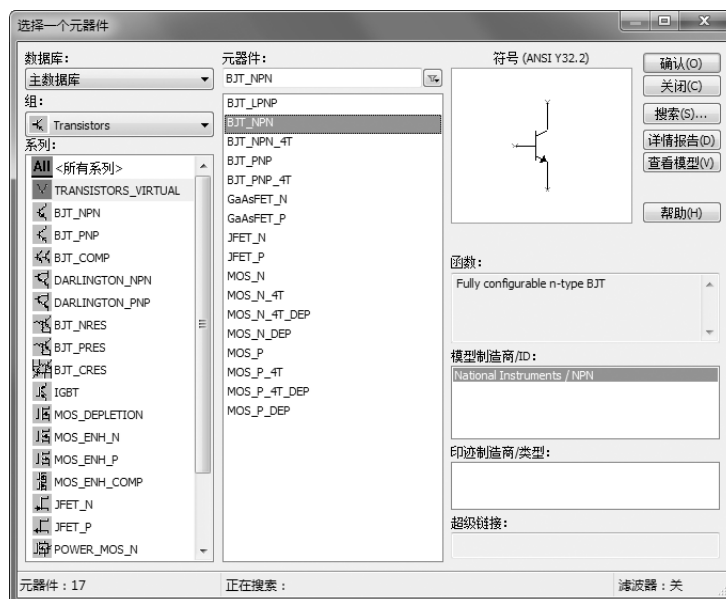

图 3-66 选择一个元器件
4) 选择“主数据库→Transistors→TRANSISTORS_VIRTUAL”系列，选中晶体管元器件 BJT_NPN，如图 3-66 所示。